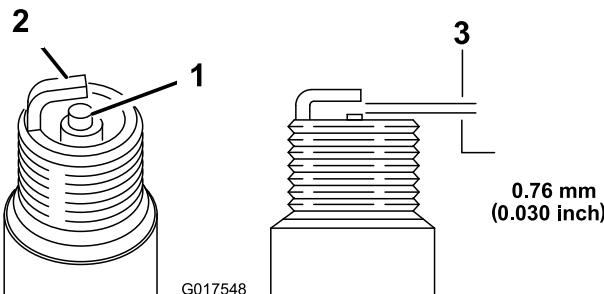

Figure 22
5. Réglez l'écartement des électrodes à 0,76 mm (Figure 22).